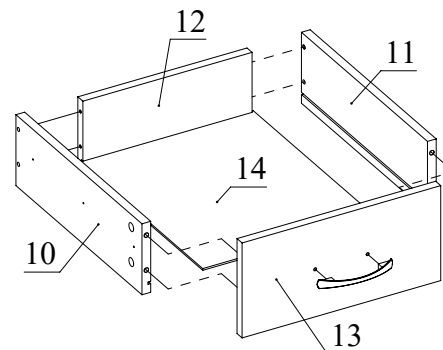

Рис.8
9. Вкрутите шпильки минификсов в соответствующие плоскостные отверстия фасада ящика 13. Вставьте головки минификсов в соответствующие плоскостные отверстия боковин ящика 10, 11. Скрепите при помощи конфирматов боковины ящика 10, 11 и задник ящика 12. Вставьте в паз дно ящика из ДВП. Установите фасад ящика 13 и зафиксируйте, повернув конфирматным ключом головки минификсов по часовой стрелке до упора. Закрепите шурупами 4x25 с круглой головкой ручки на фасадах ящиков 13. Остальные ящики собираются аналогично (Рис.8).